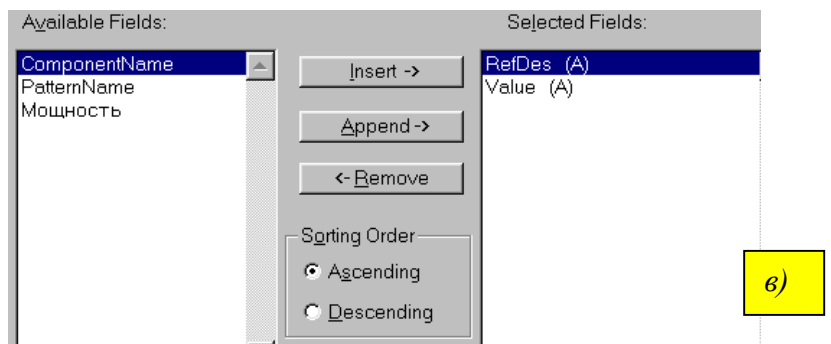

Рис. 6-44. Настройка вида отчета
6) На панели **Customize Report** (настройка отчета) в закладке *Format* установите параметры как показано на рис. 6-44,а. Здесь задается заголовок отчета (header) и нижний колонтитул (footer). Можно задать количество строк на листе (Lines Per Page), ширину колонок (Column Width) и расширение файла отчета (File Extension). В рамке *Page Format* (формат страницы) с помощью соответствующих флажков можно запретить или разрешить вывод заголовка, нижнего колонтитула, информации о проекте (Design Info), даты и номера страницы (Date/Page), разбивку на страницы (Pagination).
7) Перейдите в закладку *Selection* (отбор). Здесь можно указать, какая информация об элементе, и в каком порядке должна быть выведена в отчет (см. рис. 6-44,б), а также задать критерии отбора элементов (в колонках *Criteria*).